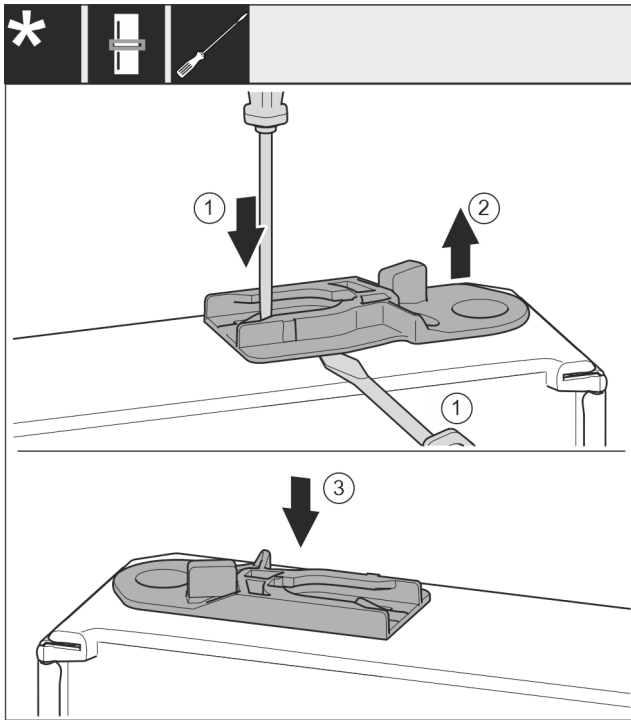

Fig. 51 *
- ▶ Führungsbuchse herausziehen: Lasche Fig. 51 (1) mit Schlitzschraubendreher drücken und gleichzeitig mit Schlitzschraubendreher unter Führungsbuchse Fig. 51 (2) fahren.*
- ▶ Im Lieferumfang beiliegende Führungsbuchse Fig. 51 (3) auf anderer Gehäuseseite einschieben.*